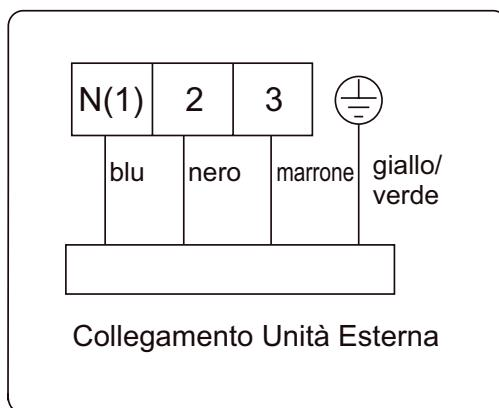

Fig. 27
- ① . Stringere il cavo di alimentazione sulle rispettive morsettiera mediante le viti. Un collegamento non corretto può provocare un incendio.
- ② . Un collegamento improprio dei cavi di alimentazione causa danni al condizionatore.
- ③ . Collegare il cavo di comunicazione dell'Unità Interna in base ai segni corrispondenti, come mostrato in Fig. 27.
- ④ . Realizzare il collegamento di Terra su entrambe le Unità Interna ed Esterna.
- ⑤ . L'Unità deve essere provvista di collegamento di Terra, in conformità con i regolamenti e la normativa nazionale e locale in vigore.